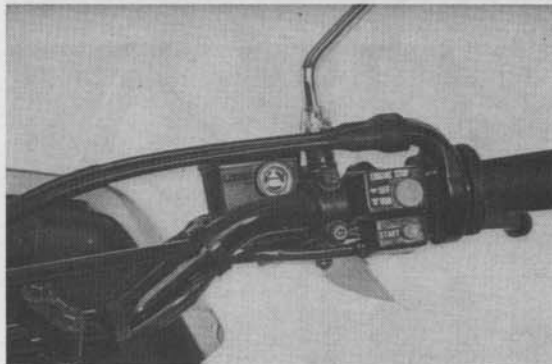

Bild 33
- Batterie sitzt hinter linkem Seitendeckel (Bild 33). Batterie-Flüssigkeitsstand muss zwischen oberer und unterer Pegelmarkierung liegen.